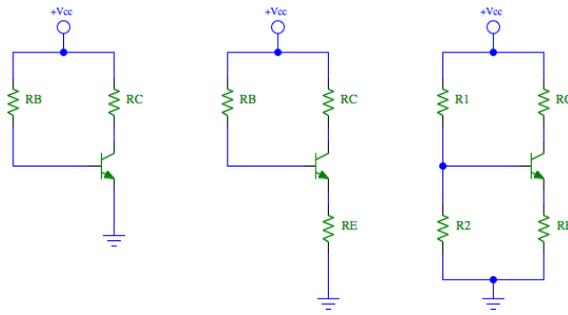

Figura 3: Amplificadores básicos en configuración Emisor-Común.
1. Calcule los valores de las resistencias para los amplificadores mostrados en la Figura 3 con el procedimiento visto en clase.
2. Arme los circuitos mostrados en la Figura 3 utilizando los valores de componentes previamente calculados.
4. Mida el punto Q (V_{CEQ}, I_{CQ}) para cada una de las configuraciones mostradas en la Figura 3 a por lo menos 4 temperaturas diferentes